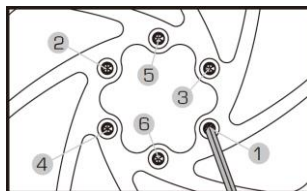

図 C-1 ローター固定ボルトの締め付け手順
- ・ 図C-1の手順の通りに、ローター固定ボルトを締め付けます。時計回り、または反時計回りに締めつけないでください。(推奨締め付けトルク：4～6Nm)